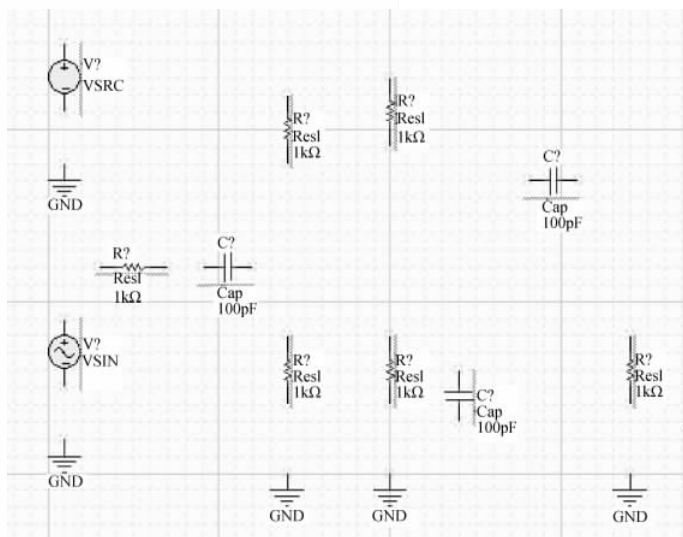

图 3-49 放置元件和信号源
- (1) 从 Miscellaneous Devices.IntLib 库中分别找到名字为 Res1 的电阻元器件、名字为 Cap 的电容元器件、名字为 NPN 的晶体管(必须选择 Model Type 为 Simulation 的元器件),并将其按照图 3-49 所示的位置进行放置。
- (2) 从 Simulation Sources.IntLib 库中找到名字为 VSRC 和 VSIN 的元器件,并按
照图 3-49 所示的位置进行放置。
(3) 单击 AD 主界面下工具栏内的  按钮,将 GND 按照图 3-49 所示的位置进行放置。